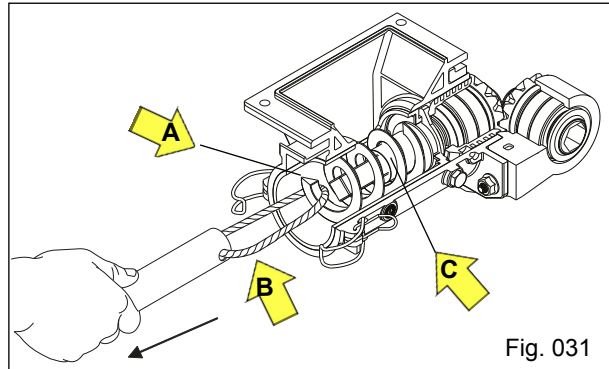

Fig. 031
b) Puxe o cordão do tubo fixador "B" e retire a rosca sem fim "A", retire também o anel trava "C" (Fig. 031).